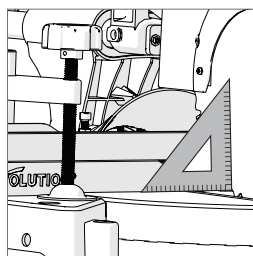

Рис. 13
- Приложите угольник одной короткой стороной к столу, а другой – к диску (в промежутке между карбид-вольфрамовыми выступами) (**рис. 13**).